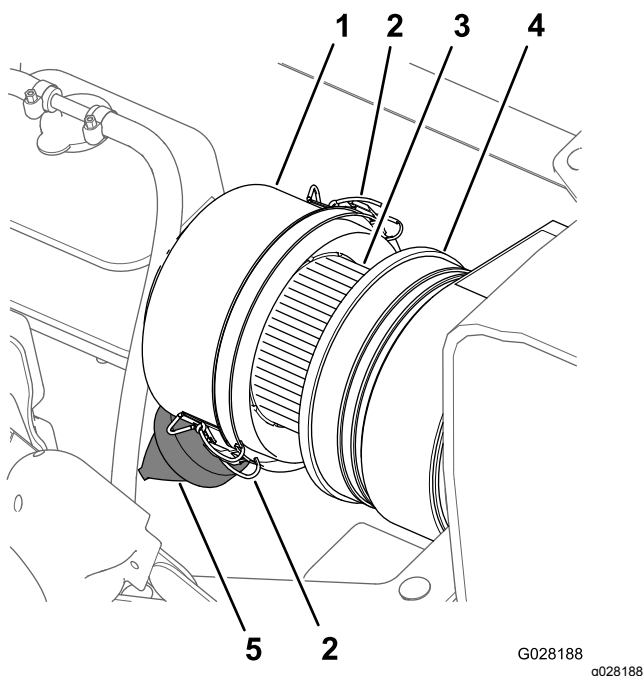
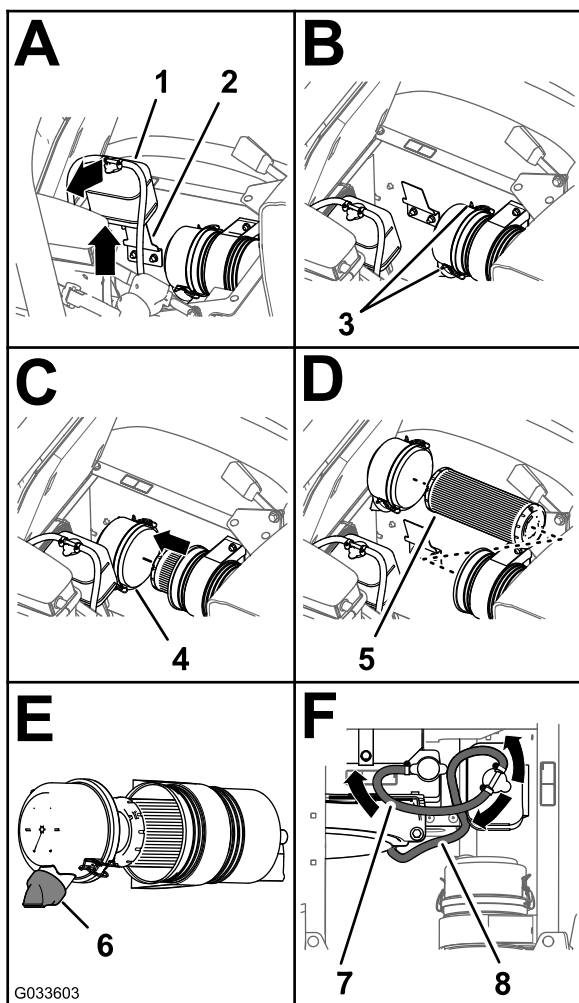

Figura 67
Figura 68
3. Limpe o tampão antipoeira e o corpo do filtro de ar (Figura 67).
4. Verifique se existe algum dano no corpo do filtro de ar que possa provocar uma fuga de ar (Figura 67).
5. Aperte a válvula do pó para a limpar de sujeidade, pó e detritos (Figura 67).
7. Verifique se o elemento do filtro de ar tem acumulação excessiva de pó, sujeidade e detritos (Figura 67).
8. Instale o tampão antipoeira no corpo do filtro de ar e fixe o tampão com os 2 trincos (Figura 67).
2. Limpe o tampão antipoeira e o corpo do filtro de ar (Figura 67).
3. Levante o depósito de expansão do líquido de refrigeração e retire-o do suporte do depósito (Figura 68).
4. Solte os 2 trincos que fixam o tampão antipoeira ao corpo do filtro de ar (Figura 68).
6. Limpe o interior do tampão antipoeira, do corpo do filtro de ar e da válvula antipoeira com um trapo húmido (Figura 67 e Figura 68).
7. Introduza o elemento do filtro de ar no corpo do filtro de ar (Figura 68).
8. Instale a cobertura no corpo do filtro de ar e fixe-a com os 2 trincos (Figura 68).
Nota: Certifique-se de que a válvula do pó está alinhada entre a posição das 5 e das 7 horas, quando vista da extremidade (Figura 68).
9. Alinhe o depósito de expansão do líquido de refrigeração com o suporte do depósito e posicione o depósito com firmeza (Figura 68).